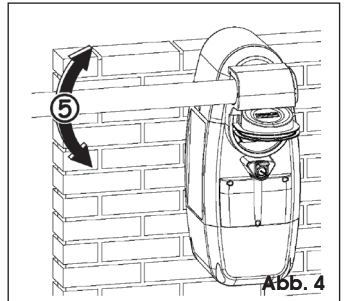

Abb. 4
4. Mueva manualmente la barra, Fig. 4.
4. Die Stange manuell bewegen, Abb. 4.
4. Beweeg de arm met de hand, Fig. 4.